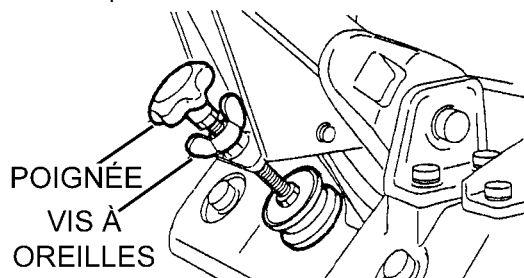

Figure 11. Ajustement du levier
1. Desserrez la vis à oreille (Figure 11).